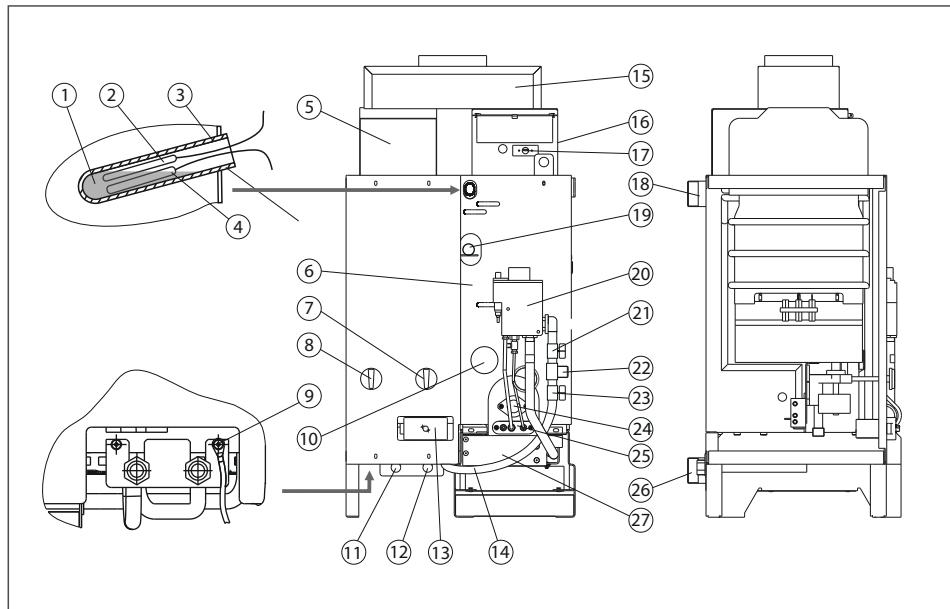

Рис. 1. Строение котла «Житомир-10»
Для корректной работы терморегулятора и термоиндикатора, перед началом эксплуатации в стакан корпуса котла необходимо залить 10 мл машинного масла (п.1 рис.1)
5.2.1. Для установки ТЭНа необходимо слить воду из котла (системы отопления), открутить заглушку (рис.1 поз. 10) и установить на ее место ТЭН с характеристиками, соответствующими табл.3.